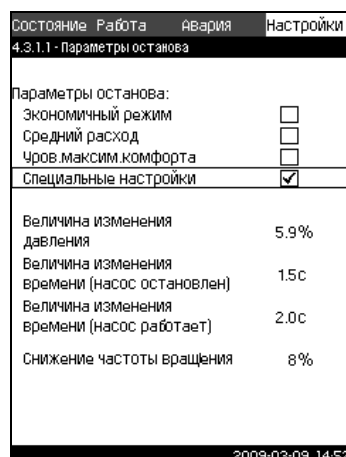

Рис. 66 Специальные настройки
8. Выберите один из параметров останова с помощью \checkmark или \wedge и сохраните нажатием ok . Если выбраны **Специальные настройки**, необходимо задать параметры, показанные на рис. 66. См. примеры ниже.